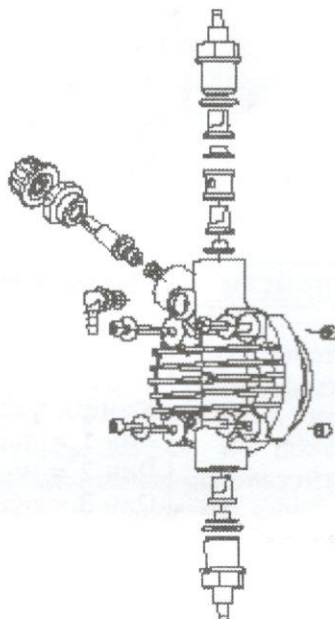

Рис. 11
- Концентрацию реагента в трубопроводе: снижение концентрации может быть вызвано износом клапанов, в случае чего их необходимо заменить (рис. 11) или засором фильтра, который необходимо промыть, как описано ниже в п. 3